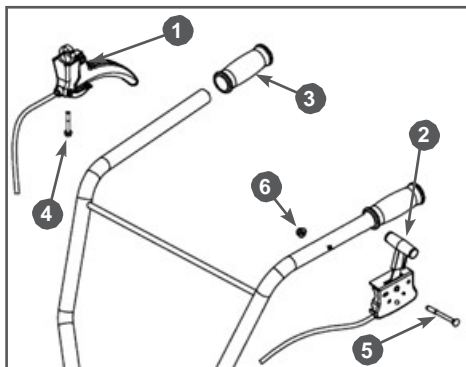

Рис. 5 Установка рычагов сцепления и газа
6. Установите на рабочие рукоятки рычаг 1 сцепления и рычаг газа 2 (Рис. 5). Для установки рычага 1 сцепления выполните следующее: снимите с правой рабочей рукоятки резиновую ручку 3, наденьте рычаг на рукоятку, закрутите до упора винт 4, установите обратно на рукоятку резиновую ручку 3 (Рис. 5). Для установки рычага 2 газа выполните следующее: совместите отверстия в левой рабочей рукоятке и
корпусе рычага 2 газа, вставьте в отверстие болт 5 и закрутите гайку 6 до упора (Рис. 5).